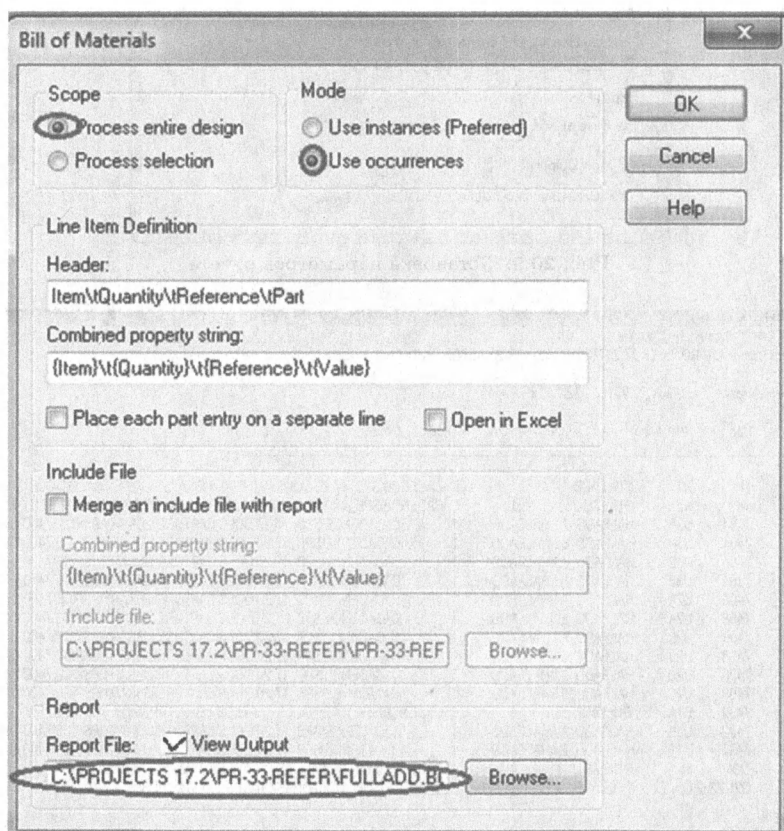

Рис. 20.7. Установки для создания списка материалов
5. Укажите имя отчета BOM, которое будет генерироваться. Для нашего дизайна надо принять имя FULLADD.BOM (рис. 20.7).